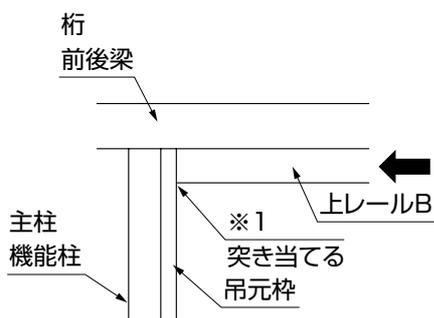

図6-2
- 上レールBを吊元枠に突き当てて(※1)取付けてください。(図6-2参照)